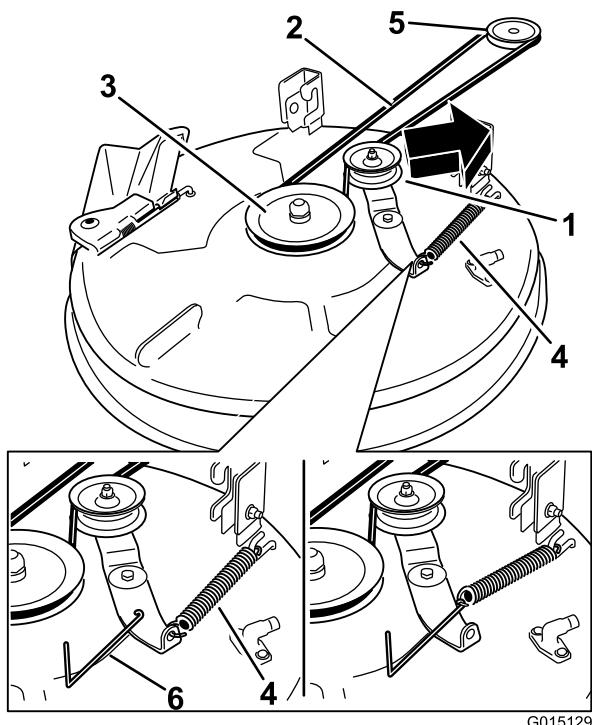
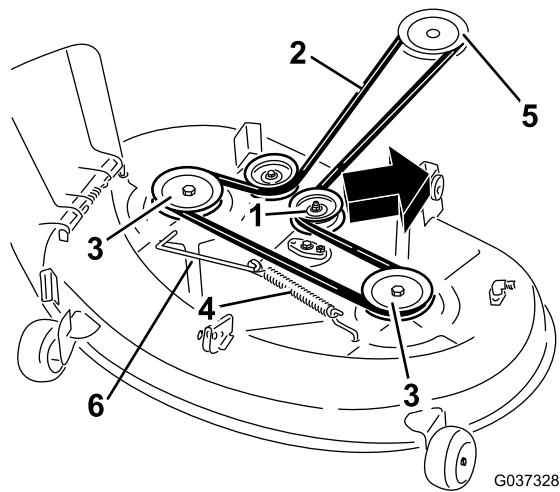

Figure 63
Figure 64
5. À l'aide d'un outil de dépose de ressort (réf. Toro 92-5771), décrochez le ressort du crochet sur le tablier pour détendre la poulie de tension et déchaussez la courroie des poulies (Figure 63 et Figure 64).
6. Acheminez la courroie neuve autour de la poulie du moteur et des poulies du tablier de coupe (Figure 63 et Figure 64).
7. À l'aide d'un outil de dépose de ressort (réf. Toro 92-5771), accrochez le ressort au crochet situé sur le tablier, puis exercez une tension sur la poulie de tension et la courroie du tablier de coupe (Figure 63 et Figure 64).